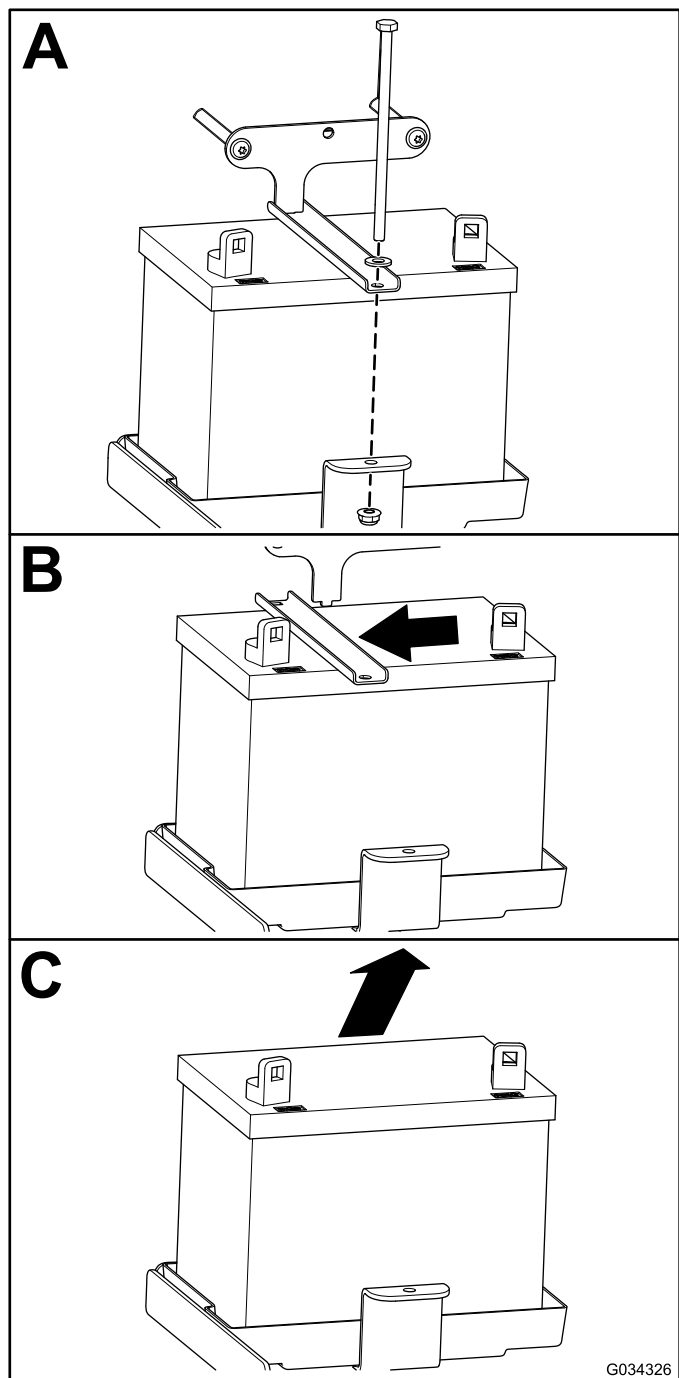

Figura 46
2. Rimuovete la batteria come illustrato nella Figura 46.